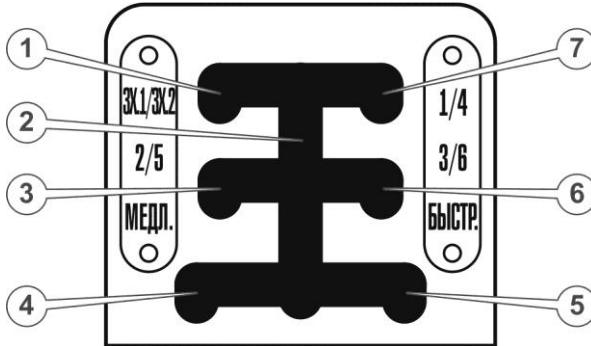

Рисунок 48. Схема перемикання передач
1. Встановити важіль перемикання передач у нейтральне положення (2) (див. рис. 48.)
4. Опустити важіль перемикання передач в крайнє нижнє положення і обрати необхідний діапазон – позиції (4) або (5) (див. рис. 48.) (повільно або швидко)
5. Обрати необхідну передачу: встановити важіль перемикання передач в положення (3), (6) або (7), в залежності від необхідної швидкості переміщення (див. табл. 5.1.)
7. Утримуючи кермо мотоблока за рукоятку, плавно перевести важіль управління зчепленням в положення «Ввімк.» («увімкнено») («А») (див. рис. 48.) Мотоблок почне рух вперед.
4. Опустити важіль перемикання передач в крайнє нижнє положення і обрати необхідний діапазон – позиції (4) або (5) (див. рис. 48.)
5. Встановити важіль перемикання передач в положення (1) (див. рис. 48.)